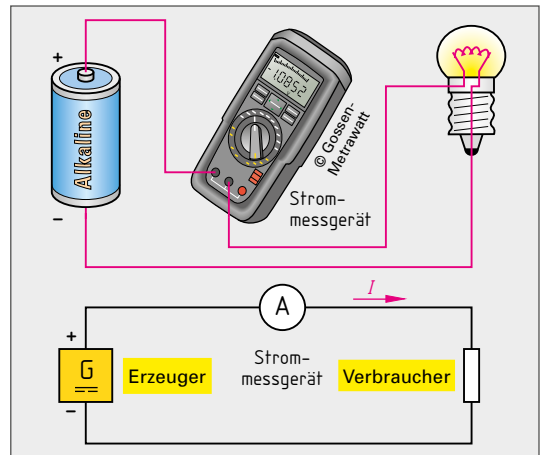

Bild 2: Strommessung
Die elektrische Stromstärke (Formelzeichen I) misst man mit dem Strommessgerät (Bild 2). Die Einheit der elektrischen Stromstärke I ist das Ampere (A). Im Schaltzeichen des Strommessgerätes steht A.